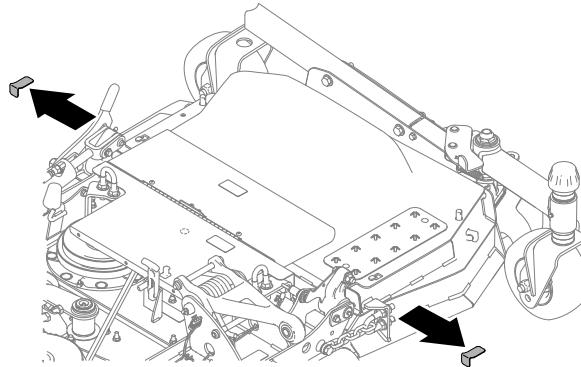

Bild 39
6. Entfernen Sie die Unterlegscheiben oder Fühlerlehren (Bild 39).